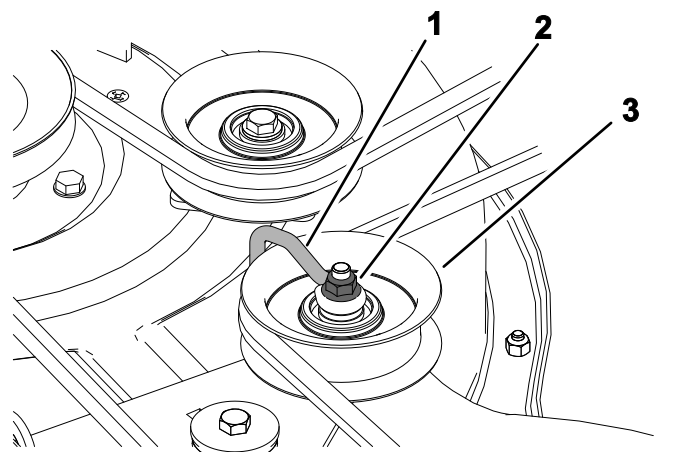

Figure 51
5. Desserrez l'écrou qui fixe le fil métallique à la poulie de tension (Figure 51).
9. Resserrez l'écrou qui fixe le fil métallique à la poulie de tension (Figure 51).
Remarque: Positionnez le fil métallique contre le bras de la poulie de tension comme montré à la Figure 51.